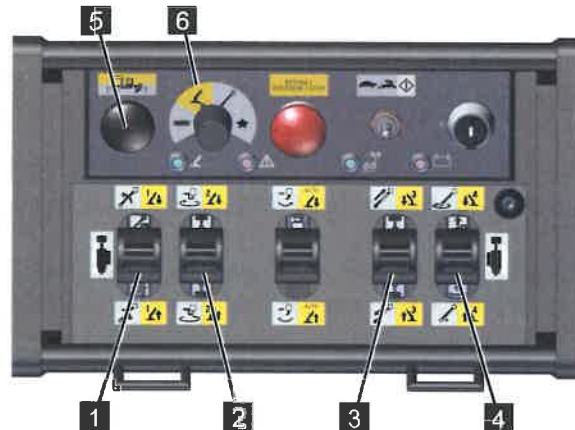

Abb. 122
4. Den Funktionswahlschalter auf [Stützenfunktion] (gelb) (Abb.122/5) stellen.
5. Den Kollisionstaster (Abb.122/5) gedrückt halten.
6. Mit den Steuerhebeln (Abb.122/1, 2, 3 und 4) die gewünschte(n) Stütze(n) gemäß nachfolgender Tabelle bedienen.